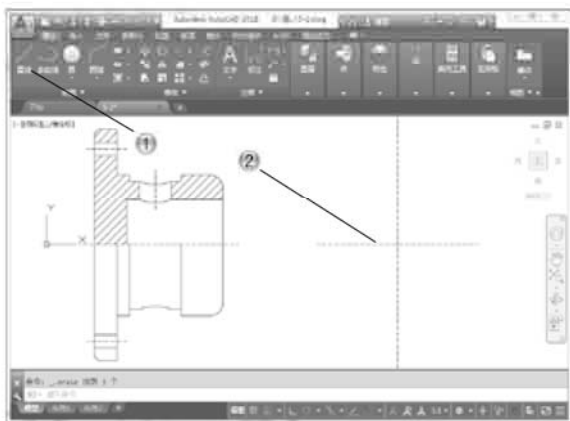

图 5-87
- ① 单击【绘图】面板中的【直线】按钮, 如图 5-87 所示。
- ② 在绘图区绘制两条中心线。